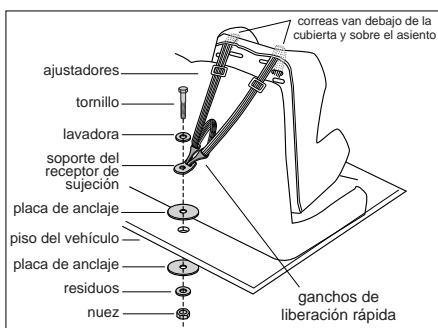
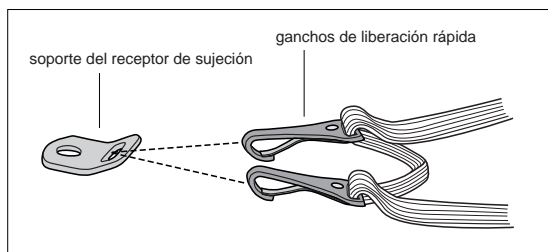

Figura 2: Anclaje sobre el piso del vehículo
Figura 3: Fijación de los ganchos al soporte
1. Fijar los ganchos de liberación rápida a los soportes receptores de anclaje atornillados (Figura 3). Introducir el otro extremo de la correa de anclaje a través de los orificios del asiento de auto que compensan en los costados (Figura 2). Consultar el manual del propietario de su asiento de auto.
4. Montar el abductor sobre el asiento al apretar la tuerca y el tornillo como se muestra en la figura 2.
5. Abrir el abductor y desatornillar los tornillos para quitar el hule espuma (ver la figura 3).
8. Volver a cubrir el asiento y volver a colocar la almohadilla del abductor sujetándola con los tornillos (figura 3).